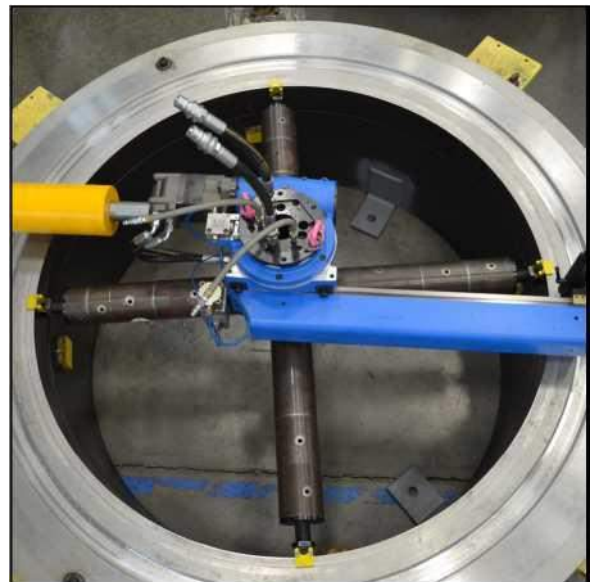

Abbildung 3-5. Bringen Sie die Innenspannung in den Flansch
5. Installieren Sie die Maschine im Flansch ruhend auf den Montagefüßen (Abbildung 3-5).